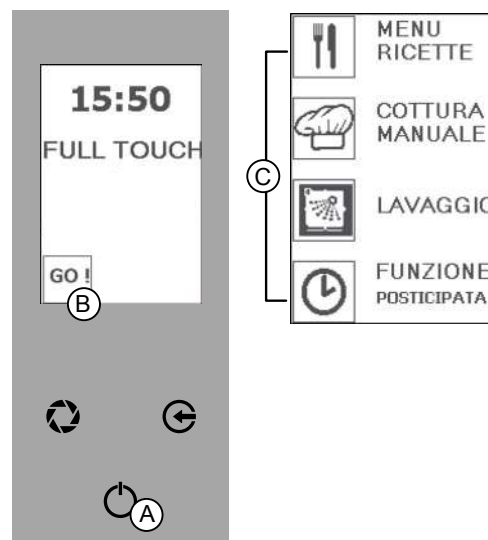

Fig.1
Il tasto "INVIO" (Fig. 1/A) è selezionabile per eseguire 3 diverse funzioni:
- Modalità "STAND BY": display spento e tasto "INVIO" illuminato (Fig. 1).
- Modalità "SCHERMATA INIZIALE": display acceso, visualizzazione orologio e tasto "INVIO" illuminato (Fig. 1).
- Modalità "MENÙ PRINCIPALE": visualizzazione delle funzioni (MENÙ RICETTE - COTTURA MANUALE - LAVAGGIO - FUNZIONE POSTICIPATA - Fig. 1/C).